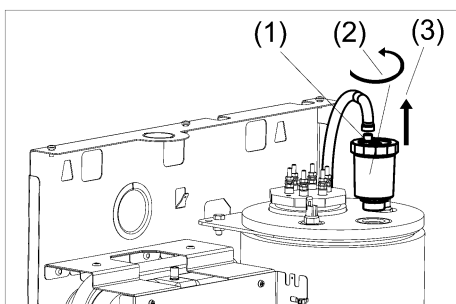

Рисунок 10. Замена воздухоотводчика
- (1) Снимите проволочный хомут и отсоедините сбросной шланг от штуцера воздухоотводчика (см. рис. 10).